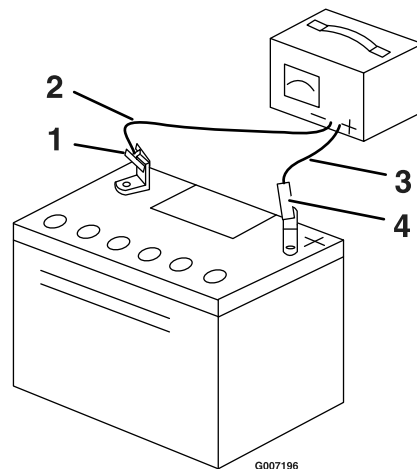

Bild 39
4. Wenn die Batterie voll geladen ist, ziehen Sie den Stecker des Ladegeräts aus der Dose. Klemmen Sie dann die Klemmen des Ladegeräts von den Batteriepolen ab (Bild 39).